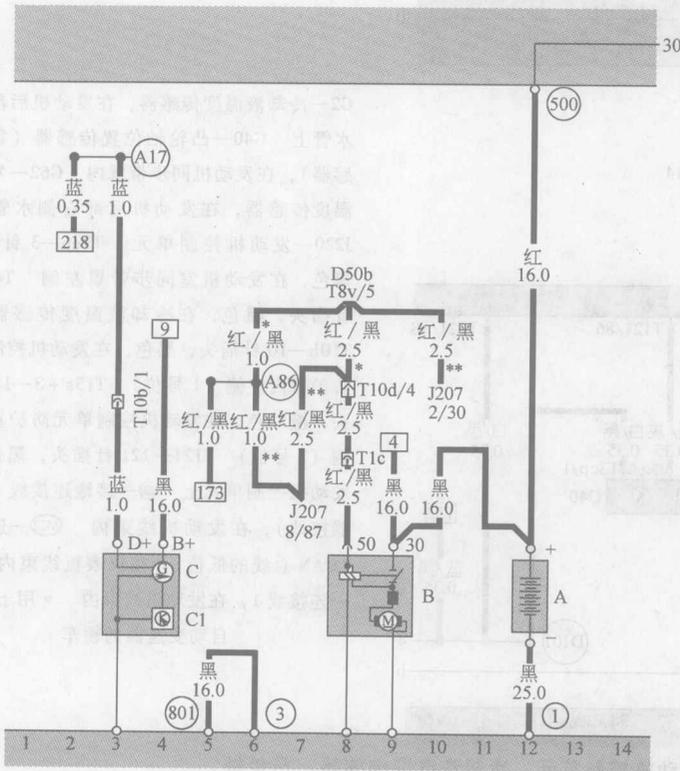

图 1-2-1 蓄电池、交流发电机、起动机、电压调压器电路图
(1) 1.8T 发动机电路图见图 1-2-1 ~ 图 1-2-16。